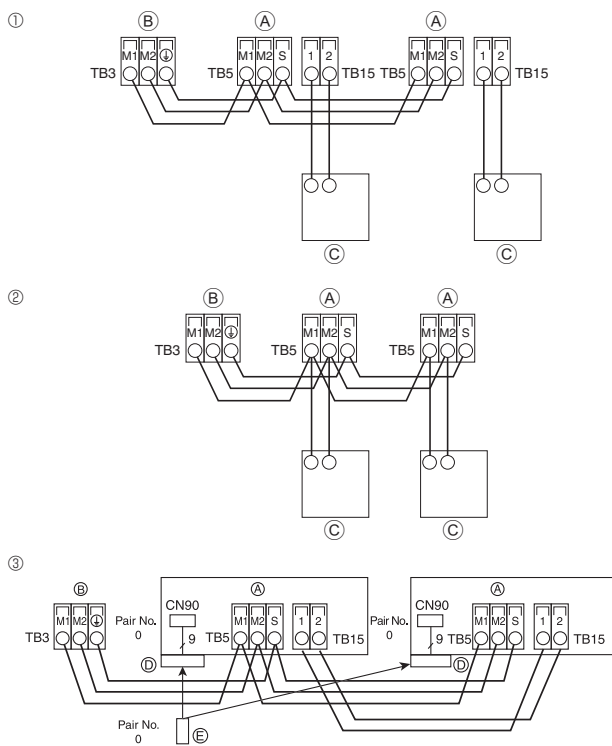
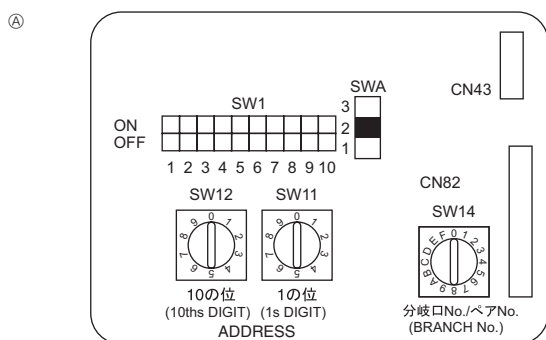

Fig. 6-3
Fig. 6-4
6.4. Ligação dos cabos de transmissão do controlo remoto e das unidades interior e exterior (Fig. 6-3)
- ① Controlo remoto MA
- ② Controlo remoto M-NET
- ③ Controlo remoto sem fios (Ao instalar o receptor de sinal sem fios)
6.5. Definição dos endereços (Fig. 6-4)